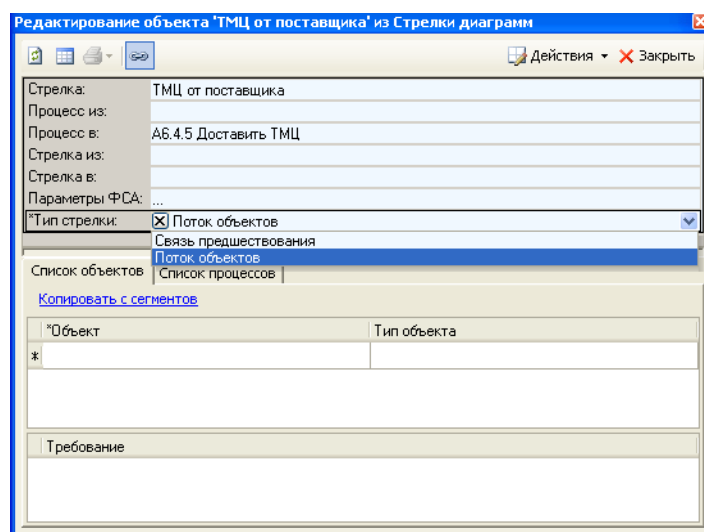

Рисунок 34 – Изменение типа стрелки диаграммы
8. Откройте окно свойств объекта для стрелки *ТМЦ от поставщика* и преобразуйте ее в тип стрелки *Поток объектов* (рисунок 34).